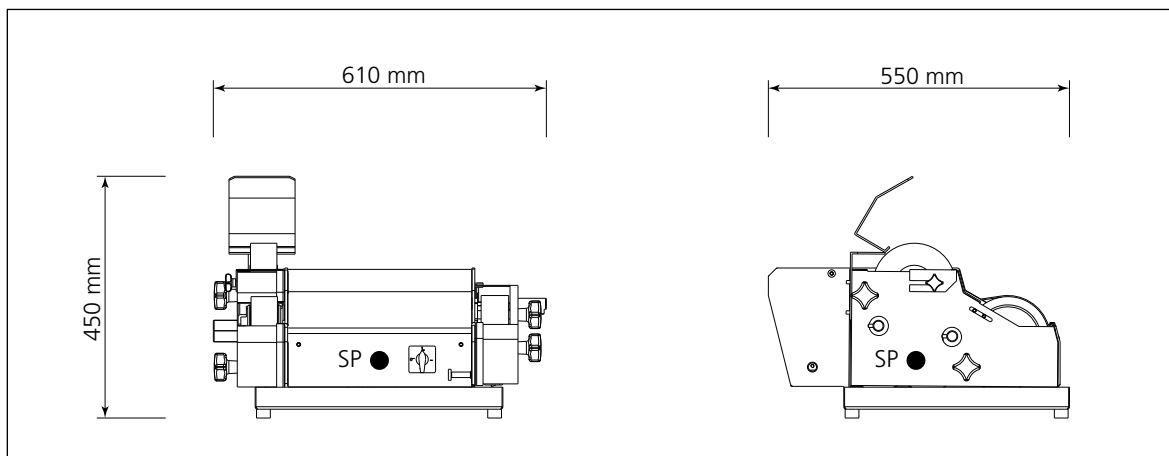

Figure 3-1 Dimensions en mm (version de table)
Lors du transport, faire attention au centre de gravité de la machine. Les figures 3-1 et 3-2 représentent le centre de gravité (SP).